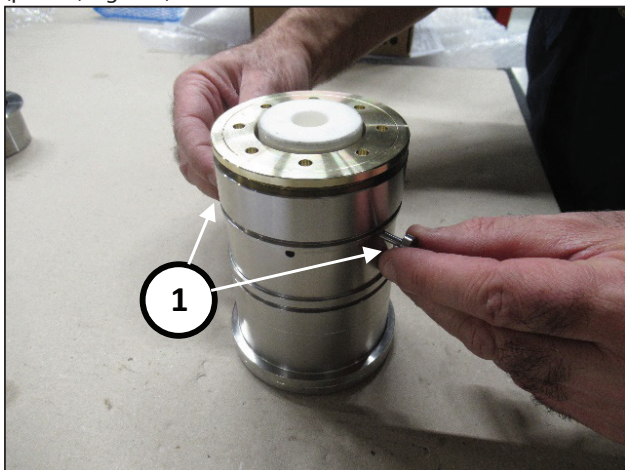
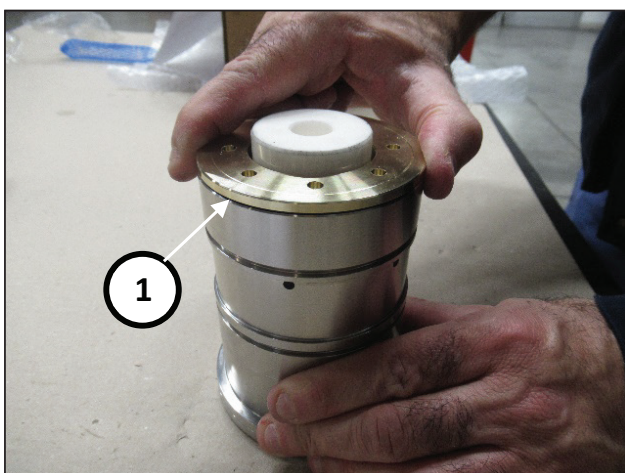

Fig. 188
Fig. 189
Retire os pinos da ferramenta cód. 27945400 (pos. ①, Fig. 188) e complete o aparafusamento do suporte dos vedantes (pos. ①, Fig. 189).